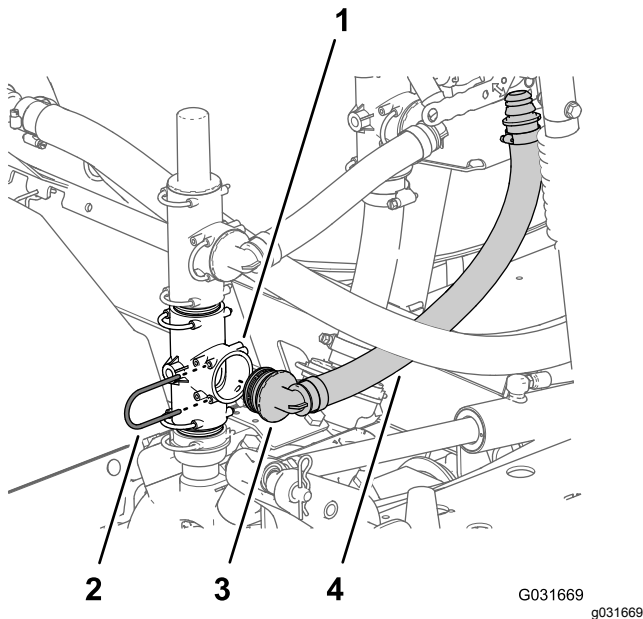

Figure 10
1. Alignez l'autre raccord à 90° du flexible d'alimentation et l'orifice ouvert du raccord en T inférieur sur la pompe de pulvérisation, puis insérez le raccord à 90° jusqu'à ce qu'il soit parfaitement engagé (Figure 10).
2. Fixez le raccord à 90° au raccord en T sur la pompe de pulvérisation avec l'étrier (Figure 10) que vous avez retiré à l'opération 1 de Repositionnement du clapet de décharge et du raccord en T supérieur (page 5).